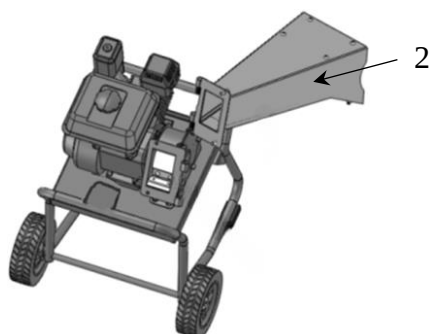

Fig. 4
- Fissare la tramoggia ai giunti del perno. Fare riferimento alla Fig. 4.